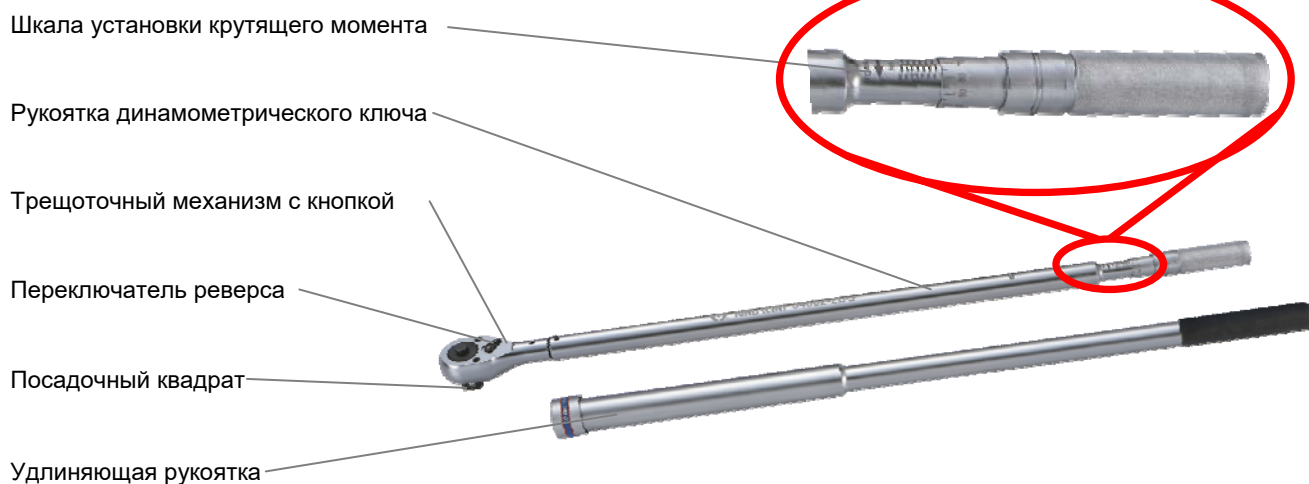

Рис. 1
- Перед началом работы с ключом серии 34862 необходимо произвести настройку ключа (Рисунок 1):